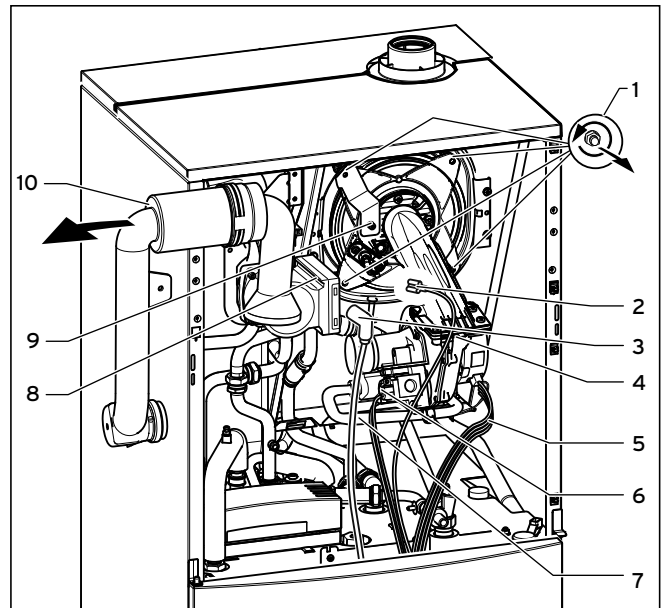

Abb. 8.2 Brennermodul ausbauen
- Trennen Sie die Gaszuleitung (7).
- Entfernen Sie die vier Muttern (1, Abb. 8.2).
- Ziehen Sie das Brennermodul (4) vom Integral-Kondensations-Wärmetauscher (8) ab, siehe Abb. 8.2.
- Erneuern Sie die Dichtung und die selbstsichernden Muttern (1, Abb. 8.2) am Brennermodul (Art.-Nr.: 0020025929) nach jedem Ausbau des Moduls (z. B. bei Wartungs- und Servicearbeiten).